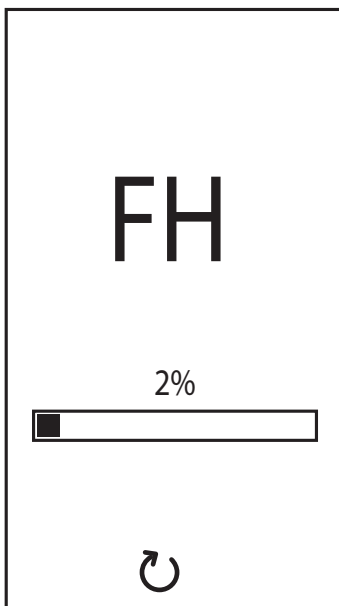

图8 - 风扇激活时排气
- 在接下来的20秒里，显示屏显示**FH**，用于识别风扇运转时供暖系统的排气循环 (图8)。